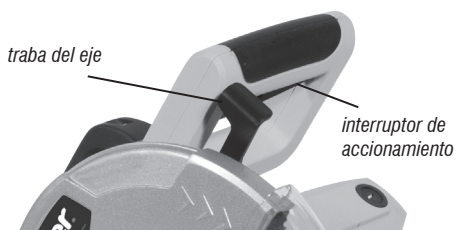

Fig. 15 – Accionamiento de la máquina
Para conectar la herramienta, presione y mantenga presionado el interruptor de accionamiento. Para desconectar suelte el interruptor de accionamiento (fig. 15).
Para bajar el cabezal, presione la traba del eje (13) y haga el corte (fig.15)